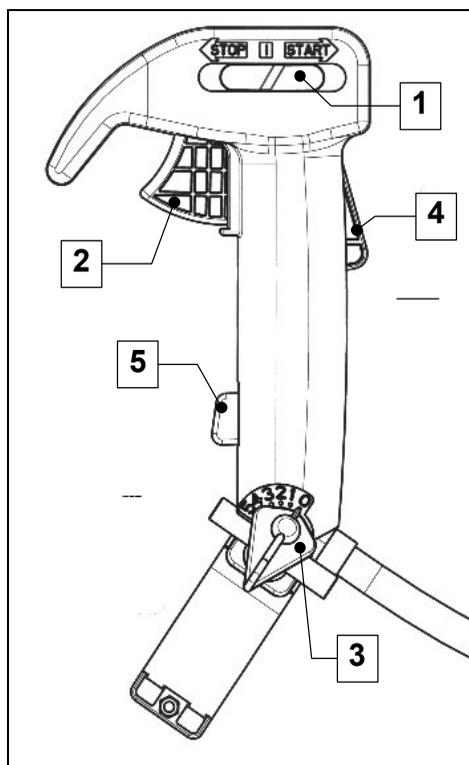

Рис. 3 Ручка
Для нажима на ручку газа необходимо нажать на предохранитель Рис.3 поз.4.
Для запуска двигателя установите выключатель STOP (Рис.3 поз.1) в центральную позицию "I", не используйте позицию START.
При длительной обработке можно зафиксировать ручку газа кнопкой блокировки Рис.3 поз.5. Для безопасности, как только Вы отпустите ручку, двигатель перейдет на холостые обороты.
Для остановки двигателя установите выключатель STOP Рис. 3 поз.1 в позицию "STOP".
- Расход жидкости регулируется рычажком, показанным на рис. 3 поз.3